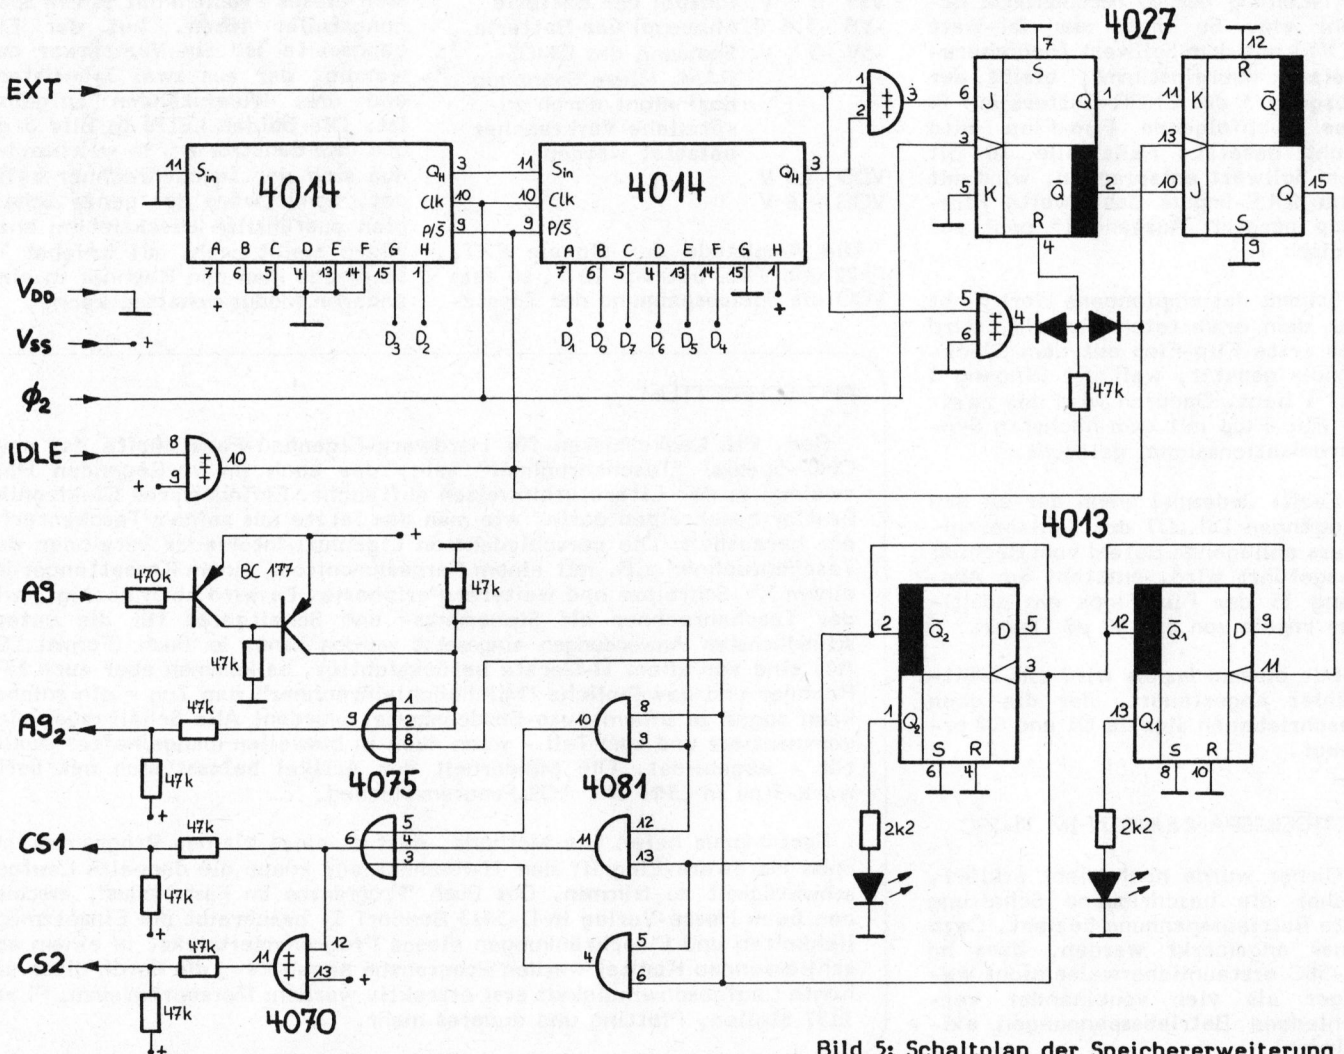

Bild 5: Schaltplan der Speichererweiterung
Die mathematische Verknüpfung zwischen den Ein- und Ausgängen ist in der Wahrheitstabelle (Bild 4, auf der folgenden Seite) dargestellt, die elektronische Realisation wird in der unteren Hälfte von Bild 5 gezeigt.
Damit vom Programm aus und auch direkt über die Tastatur ein anderer Modus angesteuert werden kann, ist es notwendig, einen seriellen Befehl zu decodieren. Eine Schaltung, welche diese Aufgabe erfüllt, wird in (2) vorgestellt; sie wird für unsere Anwendung mit gewissen Modifikationen übernommen (siehe Bild 5, obere Hälfte).
schaltung gewählt wird. Weil das CMOS-RAM mit 5 V betrieben wird, müssen die Spannungen zwischen diesem IC und der Schaltung angepasst werden: Auf der Ausgangsseite lässt sich dieses Problem mit einem Spannungsteiler lösen. Auf der Eingangsseite ist ein Verstärker notwendig, der aus zwei Transistoren und drei Widerständen aufgebaut ist. Die beiden LED's in Bild 5 geben dem Benutzer an, in welchem Modus sich der Taschenrechner befindet. Somit wäre der ganze Schaltplan ausführlich beschrieben; anzufügen bleibt noch, mit welcher Tastenfolge man den Rechner in einen anderen Modus schalten kann.